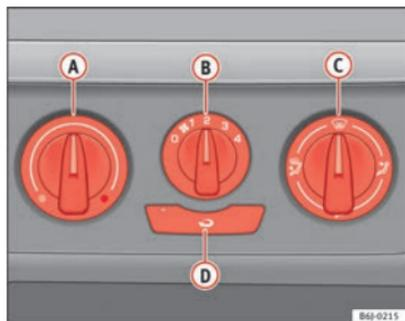

Fig. 91 Sulla plancia portastrumenti: i comandi del riscaldamento
- Ruotare verso sinistra la manopola di regolazione della temperatura **A** ⇒ fig. 91.
- Ruotare verso destra la manopola di regolazione della temperatura **A** ⇒ fig. 91 portandola sul livello desiderato.
- Ruotare verso destra la manopola di regolazione della temperatura **A** ⇒ fig. 91 portandola sul livello di riscaldamento massimo.
- Aprire e orientare la bocchetta ④ verso i finestrini laterali
- Girare la manopola della temperatura ① ⇒ fig. 91 portandola nel settore del riscaldamento.
- Ruotare la manopola di regolazione della ventola ② posizionandola sul livello 2 o 3.
- Chiudere le bocchette ③.
- Aprire e orientare le bocchette ④ verso i finestrini laterali.